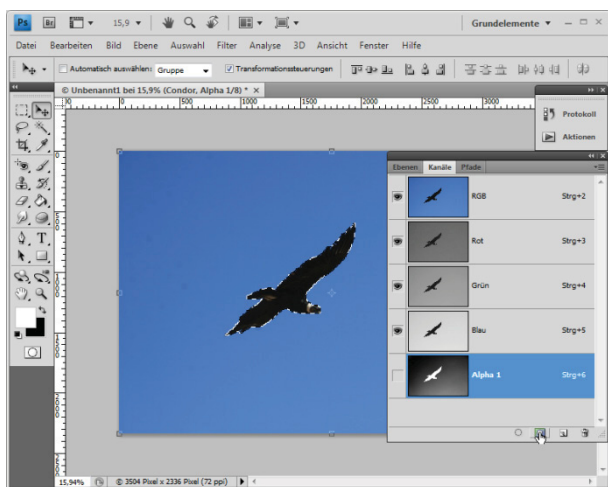
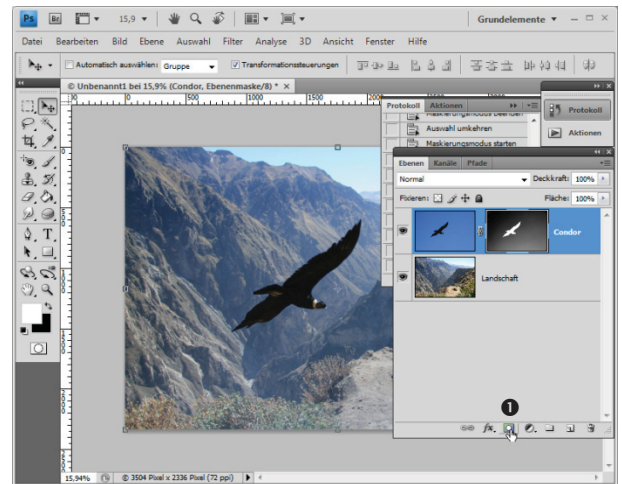

Abb. 11-82: Auswahl als Alphakanal speichern
Abb. 11-83: Ebenenmaske erstellen
- SM: M AUSWAHL | AUSWAHL UMKEHREN, damit der Vogel ausgewählt ist (Abb. 11-82).
- SM: Um die aktuelle Auswahl später wieder verwenden zu können, kann sie unter P KANÄLE | AUSWAHL ALS KANAL SPEICHERN (Abb. 11-82 ❶) als Alpha-Kanal *Alpha 1* (Abb. 11-82 ❷) gespeichert werden.
- SM: P EBENEN | EBENENMASKE HINZUFÜGEN⁷⁶ (Abb. 11-83 ①). ►► Der maskierte Bereich des Bildes (Himmel) wird ausgeblendet Wenn die Ebene *Landschaft* ausgeschaltet wird, erscheint das freigestellte Detail (Vogel) auf transparentem Hintergrund.
⁷⁶ Es ist sehr genau darauf zu achten, in welcher Palette man sich gerade befindet. Für die Funktionen EBENENMASKE HINZUFÜGEN (P EBENEN) und AUSWAHL ALS KANAL SPEICHERN (P KANÄLE) wird das gleiche Symbol verwendet (vgl. Abb. 11-82 und Abb. 11-83).